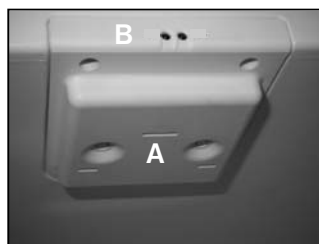
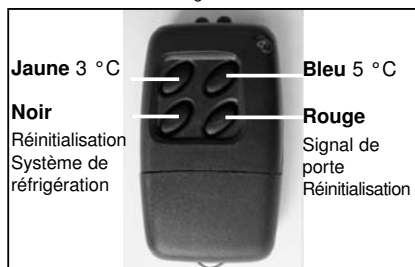

Figure 6.
Figure 9.
Il est possible de modifier la température réglée à l'aide de la télécommande (figure 9). Ouvrez la porte, approchez la télécommande du capteur d'ouverture de porte du minibar (figure 6.B), choisissez la température désirée, appuyez sur le bouton jaune pour la température de 3°C ou le bouton bleu pour la température de 5°C.
provisions et/ou de boissons), la porte n'est pas bien fermée, la ventilation de l'unité de refroidissement n'est pas convenable et/ou la position du réfrigérateur n'est pas horizontale. Nous vous demandons de vérifier ces éléments, après il est possible de remettre en service le réfrigérateur en positionnant la télécommande (figure 9) vers le capteur d'ouverture de porte et en appuyant sur le bouton noir ou en débranchant le réfrigérateur du réseau pour 10 secondes et en le rebranchant après. Le réfrigérateur commence à fonctionner de nouveau. Si le scintillement revient, il peut y avoir un problème grave avec l'unité de refroidissement, donc vous devez contacter le service de réparation Dometic.
8.1.1. Eclairage LED intérieur (Fig. 6) (compartiment réfrigéré)
2. Remettez ensuite le signal de la porte à zéro en dirigeant la télécommande (Figure 9) vers le capteur de la porte et en appuyant sur la touche rouge (Figure 6 B).